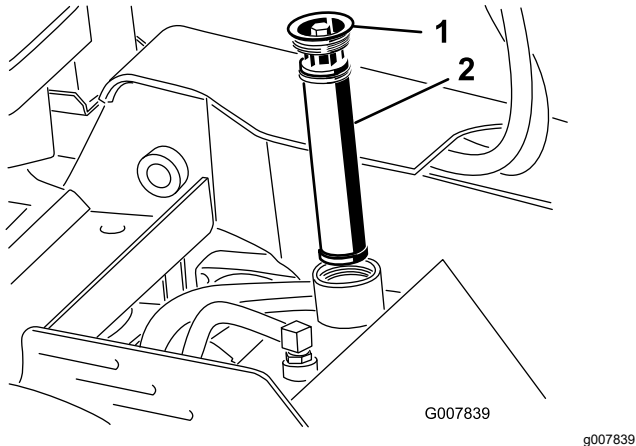

Figura 56
5. Limpe a área em torno do tubo de enchimento do depósito do hidráulico e retire a tampa e o filtro do tubo de enchimento utilizando uma chave (Figura 56).
5. Retire a cobertura do depósito hidráulico e o filtro (Figura 56).
10. Instale o filtro hidráulico e a tampa do tubo de enchimento (Figura 56) e aperte o parafuso na parte superior com 13 a 15,5 N·m.